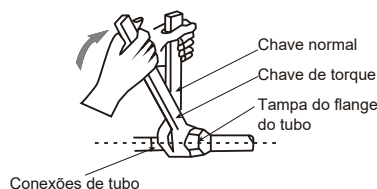

Figura 10
- Use duas chaves quando instalar ou desmontar a tubulação, uma chave comum e uma chave de torque. Consulte a Figura 10.